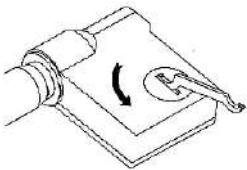

Рис. 1
- Поверните крышку батарейного отсека против часовой стрелки с помощью гаечного ключа (рис.1).